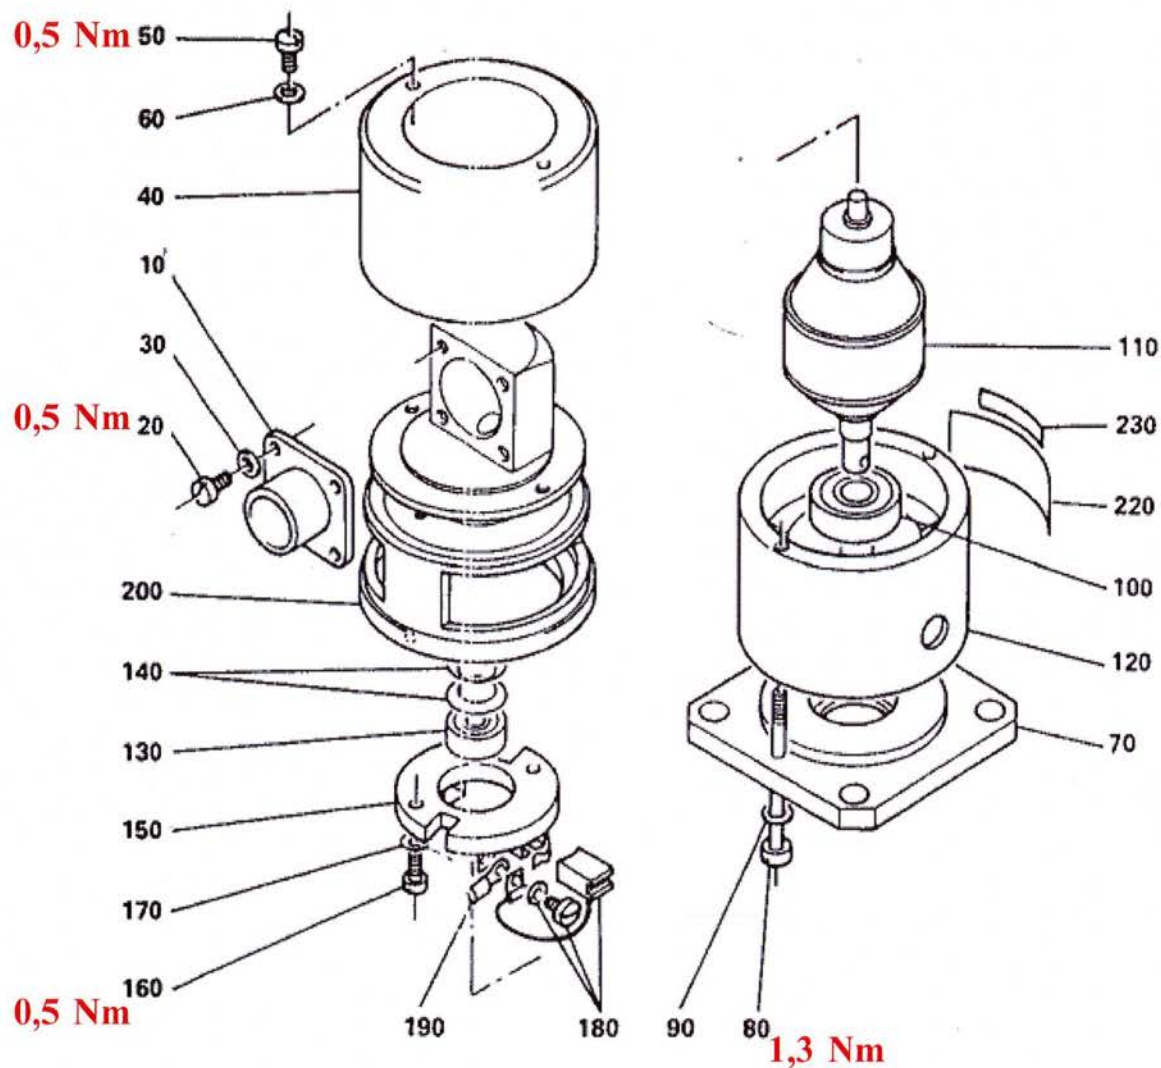

figure 1 : vue éclatée du moteur
4. DEMONTAGE**Voir figure 1**
- Dévisser les 4 vis (20) et les 4 rondelles élastiques (30) et écarter le connecteur (10)
- Dévisser et déposer les 2 vis (50) et les 2 rondelles élastiques(60) et déposer le capot peint.
- Dévisser et déposer les 2 vis (80) et les 2 rondelles élastiques (90) et déposer le palier avant peint.
- Extraire le rotor (110) et la carcasse équipée peinte (120). Insérer à l'intérieur un noyau de fer doux pour éviter la démagnétisation.
- Déposer le roulement (repère 130 référence : F111N004) et les deux rondelles ressorts (140) .Ce roulement est a changer systématiquement lors des E2N.
- Dévisser et déposer les 2 vis (160) et les 2 rondelles élastiques (170) et déposer la platine porte-balais équipée (150).
- Dévisser et déposer les vis et les rondelles des porte-balais , déposer les balais (180) et les cosses d'alimentation (190).
6. EXPERTISE ET REPARATIONS**6.1. EXPERTISE****6.1.1.Pièces à changer systématiquement (figure 1)**